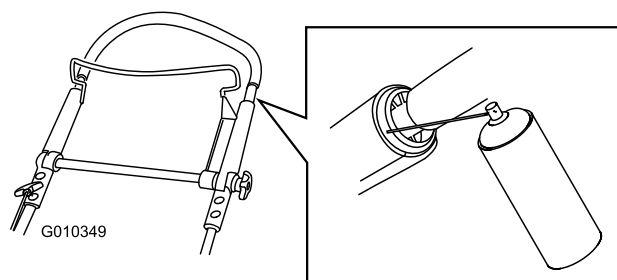

Рисунок 41
1. Распылите смазку на наружный пластмассовый конец внутренней части рукоятки (Рисунок 41).